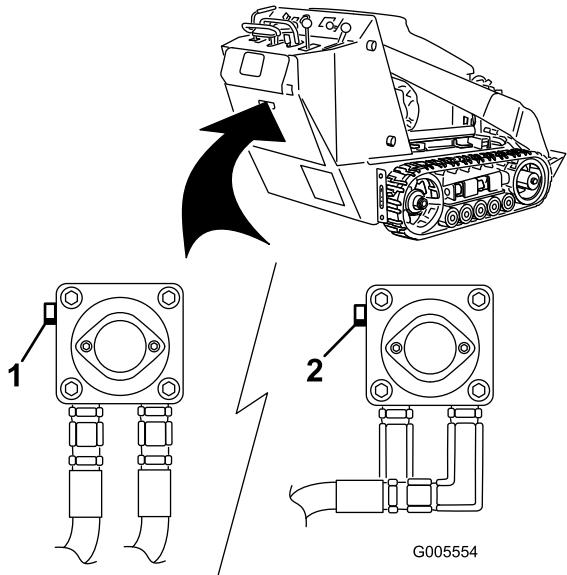

Bild 17
3. Drehen Sie die Schleppventile auf der Hydraulikpumpe mit einem Schraubenschlüssel zweimal entgegen dem Uhrzeigersinn (Bild 17).